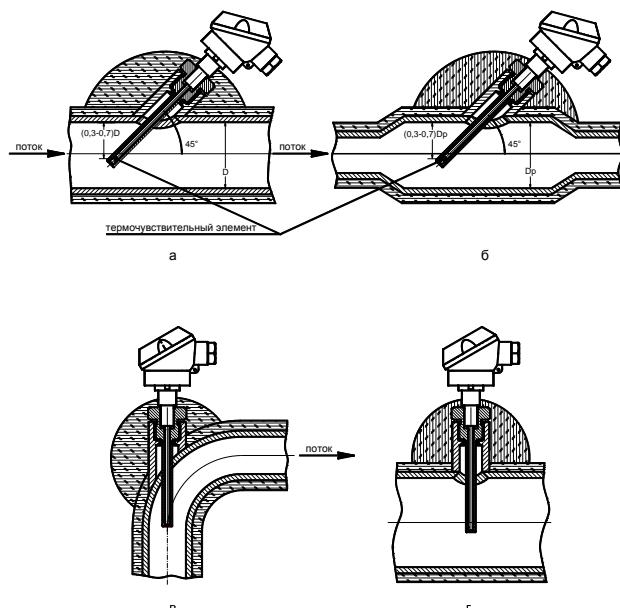

Рисунок 6.8 Рекомендуемые варианты установки термопреобразователей на трубопроводе
6.5.3 Если диаметр чувствительного преобразователя ТС превышает $0,13D$, то допускается при установке ТС применять расширитель (рисунок 6.8 б), где D_p – внутренний диаметр расширителя.